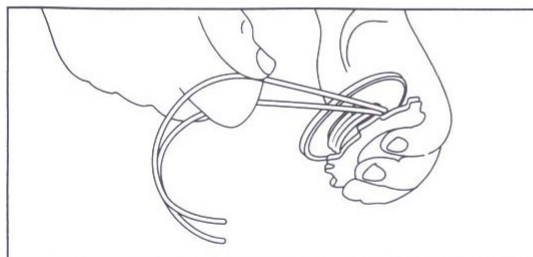

Fig. 15
7. Tråden rulles nu rundt omkring spolen i regelmæssige og stramme lag (Fig. 15), i den retning, der er vist på inderspølen. Anbring pegefingern mellem de to tråde for at undgå, at de kommer til at ligge hen over hinanden. Trådens to ender må ikke ligge hen over hinanden.